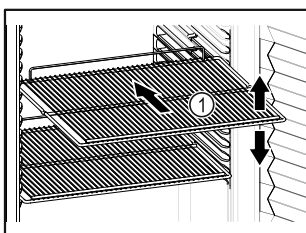

Fig. 82 Esimerkkikuva
- ❑ Sovita siirrettävät rivilätasot Fig. 82 (1) korkeuden mukaan.